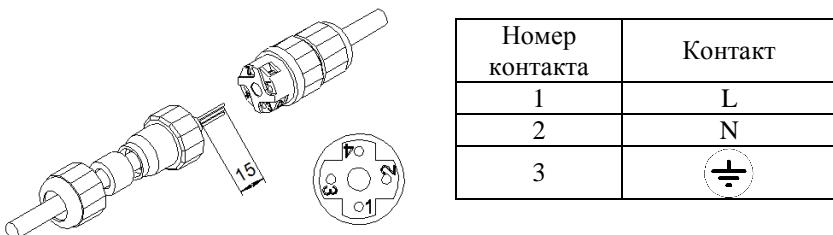

Рисунок 1 Схема подключения светильника
5.3 Подсоединить сетевые провода (кабель круглого сечения с диаметром наружной оболочки 7 - 12мм, сечение жил не менее 0,75мм2) к разъёму согласно маркировке (рисунок 1). Затянуть резьбовые элементы разъёма.